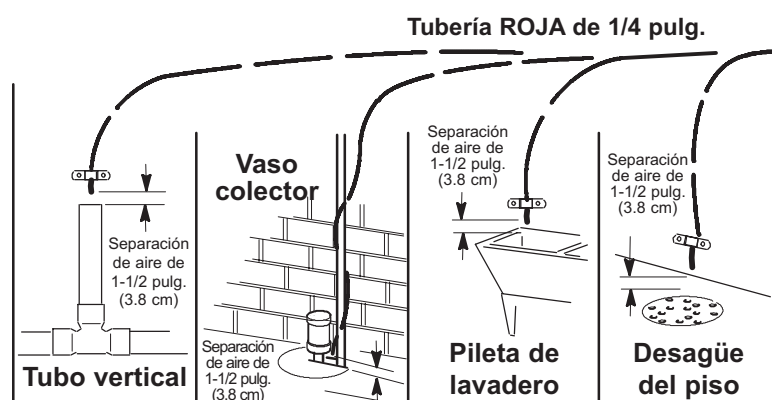

FIG. 11
Tienda la tubería de desagüe a un drenaje existente en la casa. Un desagüe de piso, pileta de lavadero, un tubo vertical, un vaso colector, etc. son drenajes aptos. Vea la Fig. 11. Este tipo de drenaje es el preferido por sobre el adaptador de desagüe del colector en P.
4. Tienda la tubería al punto de desagüe y fijela al extremo con un soporte (no incluido). Vea la Fig. 11.